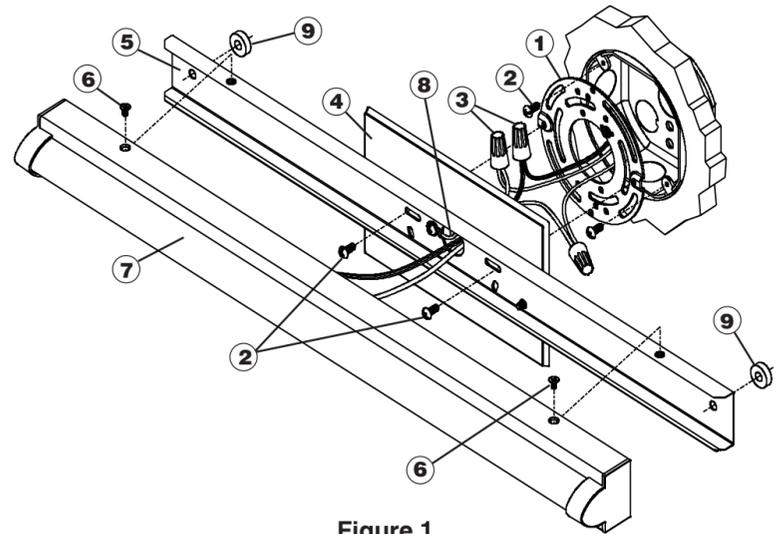
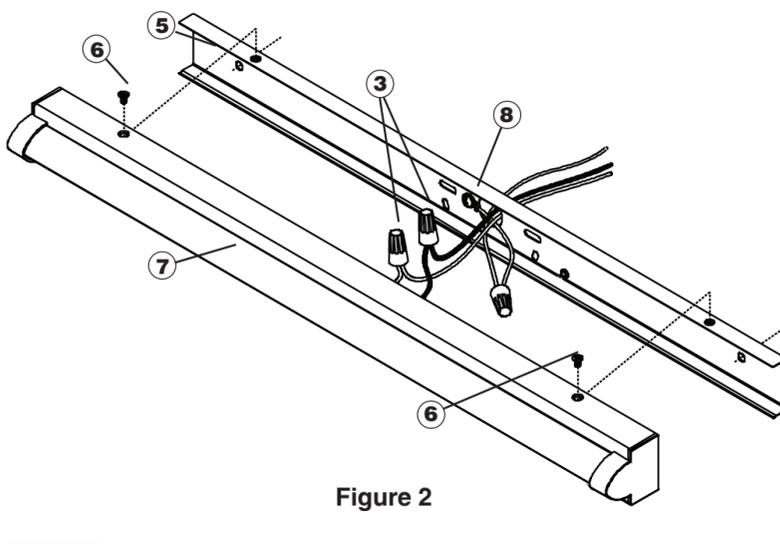
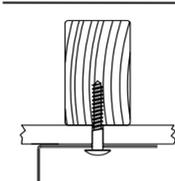
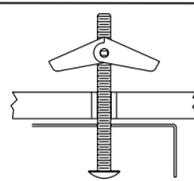

Figure 1
Figure 2
Figure 3
Figure 4
- 4a. Attacher la plaque de montage (1) au boîtier de raccordement en utilisant les vis de 1/2 po (2) pour que deux trous filetés s'alignent avec les trous de la plaque arrière (5) pour une installation verticale ou horizontale. Voir la figure 1.
- 5a. Pour soutenir les luminaires plus grands, tenir la plaque arrière (5) contre la surface de montage à l'emplacement désiré et marquer l'emplacement des trous de montage extérieurs de 1/4 po de Ø. Percer un orifice pilote de 1/8 po de Ø à chaque emplacement.
- 6a. Si la perceuse atteint un clou ou une solive de plafond, utiliser des vis à bois (non incluses) et des supports d'espacement (9) pour sécuriser l'assemblage de plaque arrière (5) après avoir terminé les raccordements centraux. Voir la figure 3.
Si la perceuse n'atteint pas de clou ou de solive de plafond, agrandir les trous de manière à pouvoir y insérer un boulon (non inclus). Installer le boulon dans la plaque arrière (5), un support d'espacement puis les vis avant d'effectuer les raccordements centraux. Voir la figure 4.
8a. Utiliser les capuchons de connexion (3) pour connecter le fil de mise à la terre vert (9) au fil de mise à la terre cuivre nu, puis relier le câble du luminaire noir au câble d'alimentation noir et le câble du luminaire blanc au câble d'alimentation blanc. Repousser soigneusement en place les fil connectés dans le boîtier de raccordement. Voir la figure 2.
10a. Installer deux vis de 1/2 po de longueur (2) dans les fentes de la plaque arrière (5) puis dans les trous filetés de la plaque de montage (1). Maintenir le luminaire à niveau, serrer ces vis et les écrous jusqu'à ce que le luminaire soit fixé. Voir la figure 1.
- 4b. Si les règlements locaux le permettent et s'il n'y a pas de boîtier de raccordement, le luminaire peut être installé sans pavillon (4) en retirant les vis retenant le pavillon (4) à la plaque arrière et en laissant le pavillon (4) de côté.
- 5b. Couper l'alimentation au niveau du disjoncteur. Positionner la plaque arrière (5) contre la surface de montage, puis passer le câble d'alimentation par le centre. Marquer l'emplacement des trous extérieurs de 1/4 po de Ø de la plaque de montage, puis percer un orifice pilote de 1/8 po de Ø à chaque emplacement.
- 6b. Si la perceuse atteint un clou ou une solive de plafond, utiliser des vis à bois (non incluses) pour fixer la plaque arrière (5) après avoir terminé les raccordements. Voir la figure 3.
Si la perceuse n'atteint pas de clou ou de solive de plafond, agrandir les trous de manière à pouvoir y insérer un boulon (non inclus). Installer le boulon à travers la plaque arrière, puis insérer la vis avant de terminer les raccordements. Jeter les supports d'espacement (9); voir la figure 4.
9b. Insérer les vis à bois ou les boulons préinstallés dans les trous de montage déjà percés. Maintenir le luminaire à niveau, serrer les vis ou les boulons jusqu'à ce que le luminaire soit bien fixé. Voir la figure 1.
10b. Utiliser les capuchons de connexion (3) afin de connecter le fil de mise à la terre vert (8) avec le fil de mise à la terre cuivre, puis connecter le câble du luminaire noir au câble d'alimentation noir et le câble du luminaire blanc au câble d'alimentation blanc. Voir la figure 2.
12. Le réglage de température de couleur par défaut est 3000K. Régler le commutateur (10) à la température de couleur désirée.
13. Sans pincer les câbles, positionner le boîtier d'assemblage (7) par-dessus la plaque arrière (5) en l'alignant avec les trous de montage. Insérer les vis à tête plate (6) et serrer.
- 4a. Attach Mounting Plate (1) to junction box using 1/2" long screws (2) so that two threaded holes align with slots in the Backplate (5) for horizontal or vertical installation. See Fig. 1.
- 5a. To support longer length fixtures, hold the Backplate (5) against the mounting surface in the desired location and mark the location of the Ø1/4" outer mounting holes. Drill 1/8" Ø pilot hole at each location.
- 6a. If drill encounters a stud or joist, use wood screw(s) (not supplied) and Spacers (9) to secure the Backplate Assembly (5) after completing wire connections. See Fig. 3.
If drill does not encounter a stud or joist, enlarge the holes to accommodate toggle nuts & bolts (not supplied). Install the bolt(s) through the Backplate (5), a Spacer (9) then the toggle nut before making wire connections. See Fig. 4.
- 7a. Feed the fixture and ground wires through the Canopy (4) and position the Housing (7) and Backplate Assemblies (5) near the junction box.
- 8a. Use Wirenuts (3) to connect the Green Ground Wire (9) to the bare copper ground wire, then connect the black fixture wire to the black power supply wire and the white fixture wire to the white power supply wire. Carefully push the wires back into the Junction Box. See Fig. 2.
- 9a. Separate the Housing (7) and hold the Backplate Assembly (5) against the mounting surface. If using wood screw(s) and Spacers (9) or the pre-installed toggle bolt(s), Spacers (9) and nut(s), insert them into the pre-drilled mounting holes.
- 10a. Install two 1/2" long screws (2) through slots in the Backplate (5) into the threaded holes in the Mounting Plate (1). Hold the fixture level, tighten these screws and the toggle bolts until the fixture is secure. See Fig. 1.
- 4b. If codes permit and there is no junction box, the fixture can be installed without the Canopy (4) by removing the screws holding the Canopy (4) to the Backplate (5) and setting the Canopy (4) aside.
- 5b. Turn the power off at the circuit breaker box. Position the Backplate (5) against the mounting surface, centered over the supply wire entry location. Mark the location of the 1/4" Ø outer mounting holes then drill 1/8" Ø pilot holes at each location.
- 6b. If drill encounters a stud or joist, use wood screw(s) (not supplied) to secure the Backplate (5) after completing wire connections. See Fig. 3.
If drill does not encounter a stud or joist, enlarge the holes to accommodate toggle nut(s) & bolt(s) (not supplied). Install the bolt(s) through the Backplate, then the toggle nut(s) before completing wire connections. Discard Spacers (10) See Fig. 4.
- 7b. Install an appropriate supply wire strain-relief (not supplied) in the 7/8" Ø center hole of the Backplate (5). Provide sufficient clearance in the mounting surface to recess the strain relief.
- 9b. Insert wood screws or the pre-installed toggle nuts and bolts into the previously drilled mounting holes. Hold the fixture level, tighten the screws or toggle bolts until the fixture is secure. See Fig. 1.
- 10b. Use Wirenuts (3) to connect the Green Ground Wire (8) to the bare copper ground wire, then connect the black fixture wire to the black power supply wire and the white fixture wire to the white power supply wire. See Fig. 2.
- 4a. Acople la placa de montaje (1) a la caja de unión con tornillos de 1/2" de largo (2) de modo que dos orificios roscados se alineen con las ranuras de la placa posterior (5) para una instalación horizontal o vertical. Consulte la Fig. 1.